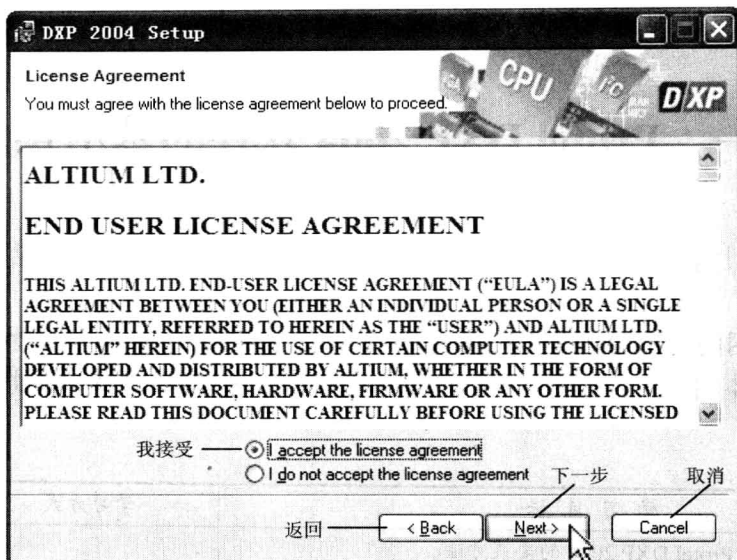
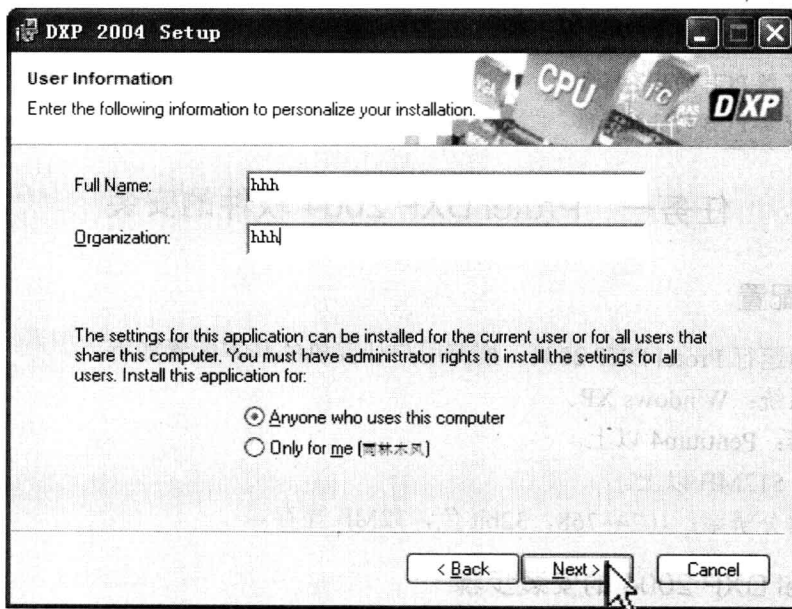

图1-1 接受软件安装许可界面
图1-2 用户权限对话框
- (1) 将 Protel_DXP_2004 光盘插入光驱。
- (2) 运行 setup\Setup.exe 文件,按照提示安装 Protel DXP 2004。当出现如图 1-1 所示的接受软件安装许可证界面时,选择“I accept…”,再单击“Next”,进入如图 1-2 所示的用户权限对话框。
- (3) 在图 1-2 所示的用户权限对话框中选择“Anyone who…”后,填用户名和单位(可以任意填),也可以选择“Only for me”,则不需填用户名,再单击“Next”,进入图 1-3 所示的安装路径对话框。